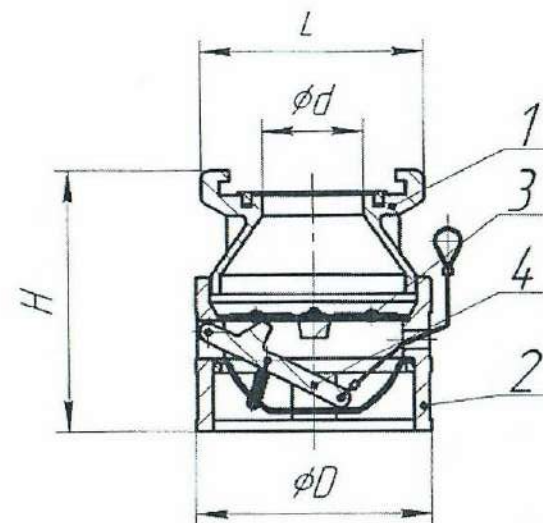

Рисунок 1 – Сетка всасывающая.
4.1 Сетка всасывающая (рис. 1) состоит из переходника, обеспечивающего возможность присоединения к рукаву – 1,